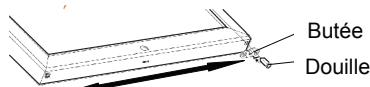

Figure 8
8. Transférer le support de butoir du bord inférieur de la porte dans les trous du côté opposé. (Voir Figure 8.)